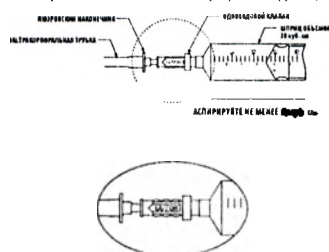

Рис. 12
- Надежно закрепите шприц объемом 30 куб. см с одноканальным клапаном на лазерном наконечнике экстракорпоральной трубки. (См. рис. 12.)